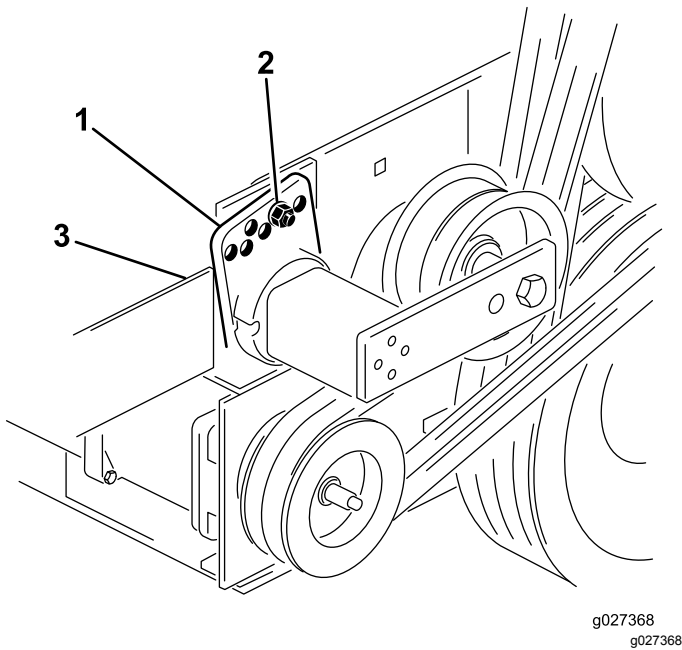

Figura 15
- Retire o parafuso e porca que prendem o guia tensor à montagem da transmissão e solte a tensão da correia (Figura 15).